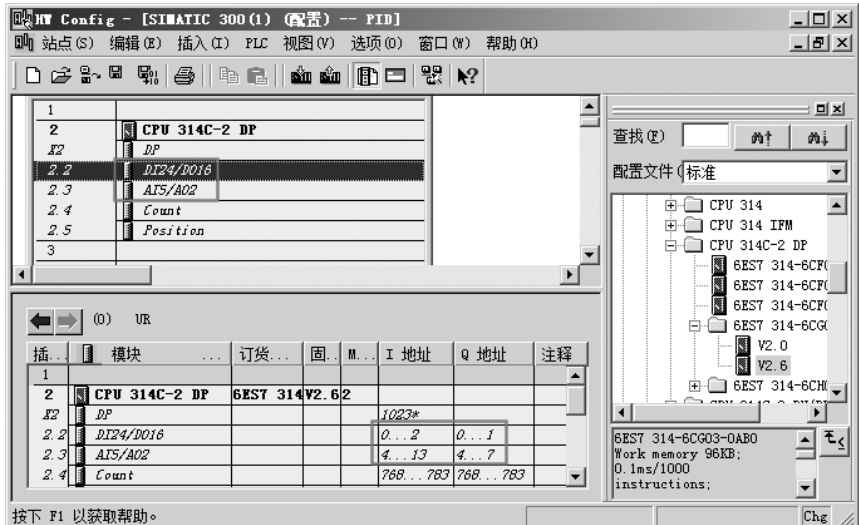

图 9-11 更改地址
2) 更改地址。双击“DI24/DO16”，将数字量输入/输出的起始地址修改成从 0 开始，双击“AIS/AO2”，将模拟量输入/输出的起始地址修改成从 4 开始，如图 9-11 所示。修改地址后，编写梯形图程序时，要与此地址对应。